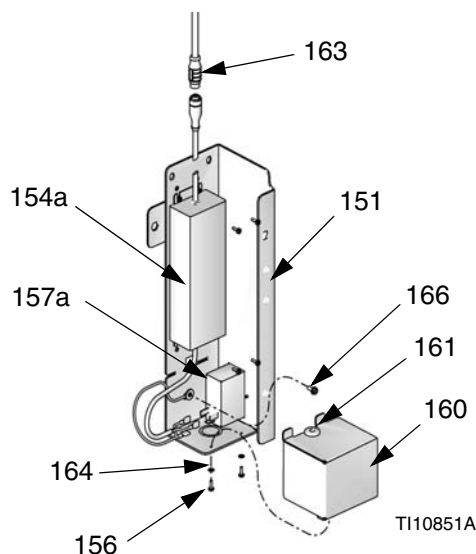

FIG.38
2. Monter le module de l'entrée de l'alimentation (157a) et l'alimentation électrique de 100-240 Vca (154a) sur le support de fixation (151).
3. Brancher le câble de sortie de l'alimentation électrique sur le câble CAN (509). Voir FIG.38.
- b. Brancher le fil marron sur la Ligne (L).
- c. Brancher le fil bleu sur le Neutre (N).
5. Visser la vis de mise à la terre (166) par la cosse à anneau du fil d'alimentation à la terre en tire-bouchon (vert) et fixer sur l'enveloppe de protection électrique (151).
6. Installer le couvre-joint (160), les vis (156) et les rondelles (164).